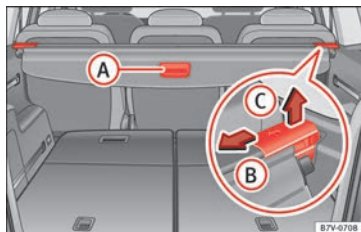

Abb. 163 Im Gepäckraum: Gepäckraumabdeckung.
- Gepäckraumabdeckung am Haltegriff » **Abb. 163 A** etwas nach hinten ziehen.
- Gepäckraumabdeckung in Pfeilrichtung entriegeln » **Abb. 163 B**.
- Gepäckraumabdeckung in Pfeilrichtung drücken » **Abb. 163 B**.
- Gepäckraumabdeckung in Pfeilrichtung entriegeln » **Abb. 163 B** und in Pfeilrichtung **C** anheben.